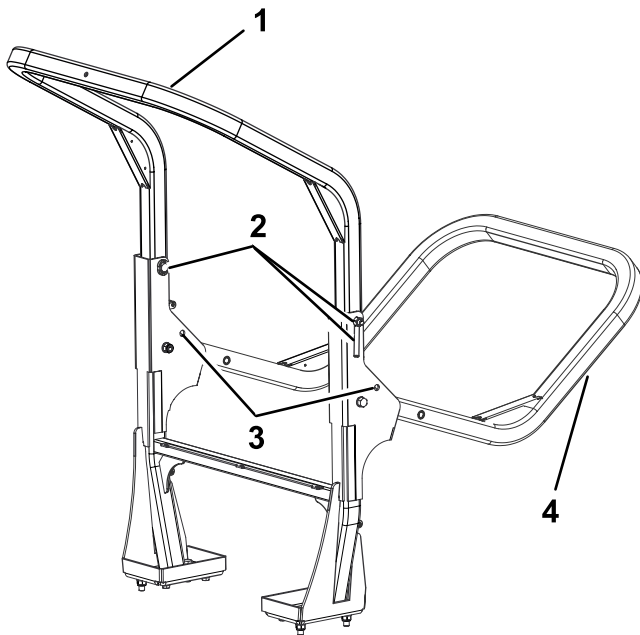

Bild 27
2. Stützen Sie das Gewicht des oberen Rahmens des Überrollbügels ab, während Sie die Rastungen und Lastösenbolzen aus den Schwenkhalterung nehmen (Bild 27).